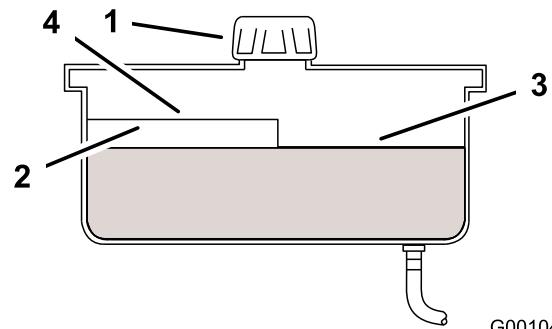

Figura 60
4. Limpie alrededor del cuello de llenado y el tapón del depósito de aceite hidráulico (Figura 60).
5. Retire el tapón del cuello de llenado. Mire dentro para ver si hay aceite en el depósito. (Figura 60).
Nota: El nivel de aceite debe llegar a la parte superior del nivel caliente del tabique cuando el aceite está caliente (Figura 60).